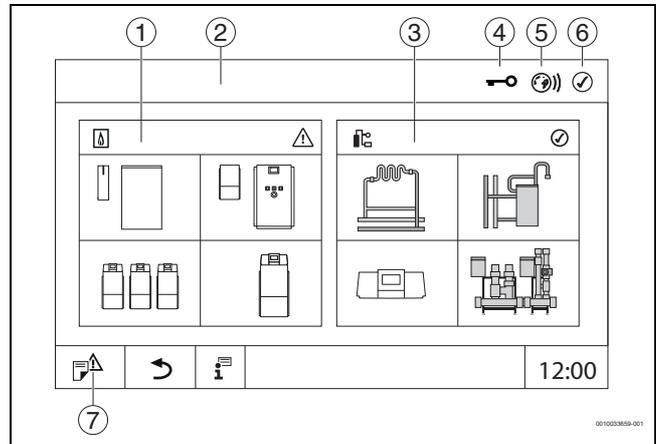

Fig. 9 Panoramica di sistema (esempio)
- Toccare **Impianto** (→ fig. 9, [3], pag. 16).